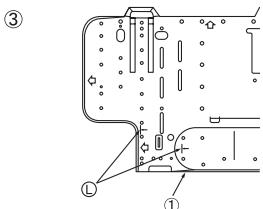

Fig. 3-7
- ③ 假如扩口管道要在事前先藏入墙内的话：(Fig. 3-7)
- ① 记号
② 墙壁固定装置